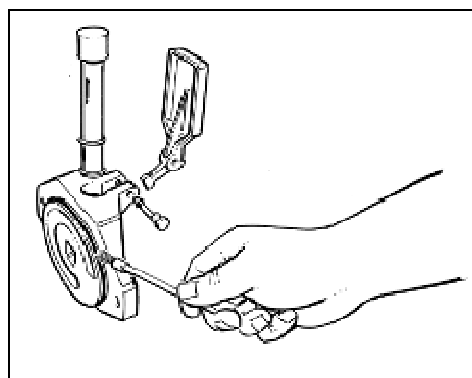

Fig. 21
- **L**ubrificare accuratamente la guarnizione di tenuta della flangia frontale (fig.21).